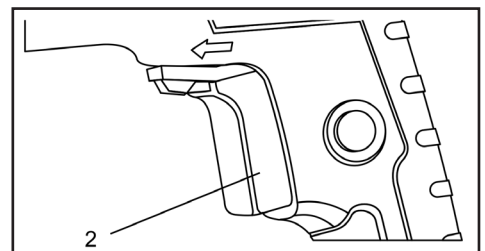

Fig.2
suavemente el Control de Gatillo (2) (Fig. 2).